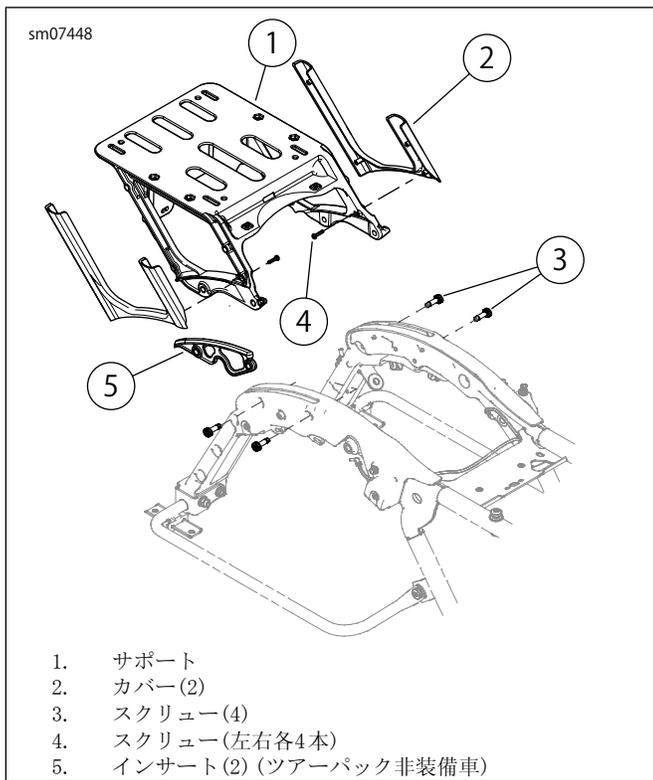

図5。Tour-Pakサポート
- a. 「図5」を参照。ハーネスコネクターをサポート(1)のアンカーから取り外す。
4. 図5を参照してください。ラジオアンテナを移動させます。